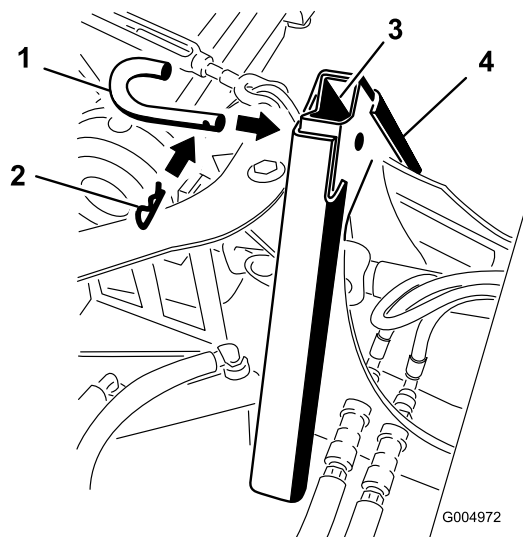

图14
- 如 图14 所示用附件销和发卡销将适配器固定到一起。如果要携带更多负载可使用螺母和螺栓来替代。